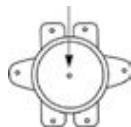

Рис. 12
- нажать до щелчка кнопку, расположенную по центру термовыключателя, который находится рядом с ТЭНом (имеет круглую форму), рис.12;